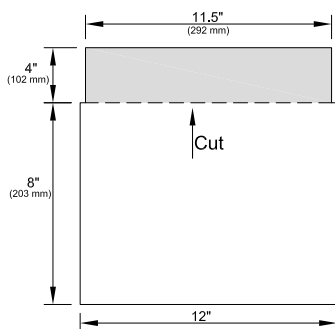

Figura 2
4. **Prepara la hilada inicial...** Usa una pieza de cumbrera de 12" x 12" (305 mm x 305 mm) y corta a lo largo de la línea entre el traslapeo de inicio y el área expuesta de la teja. Esto proporcionará una pieza inicial de 4" x 11.5"  $\frac{1}{2}$ " (102 mm x 292 mm) de espesor doble (consulta la Figura 2).